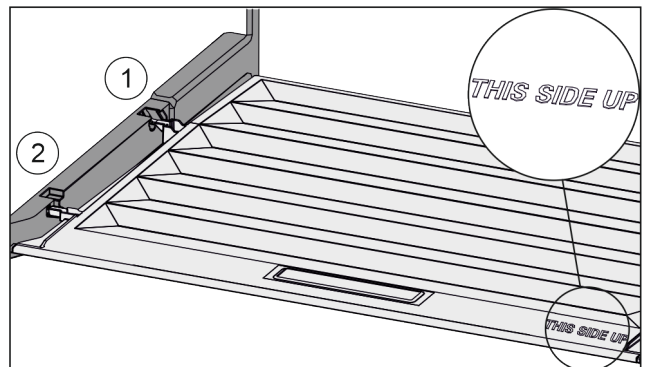

Fig. 43
- ▶ Dekselranden via de opening van de achterste houder *Fig. 43 (1)* aanbrengen en van voren in de houder *Fig. 43 (2)* klikken.